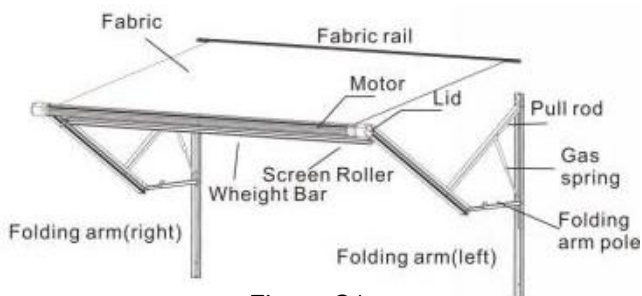
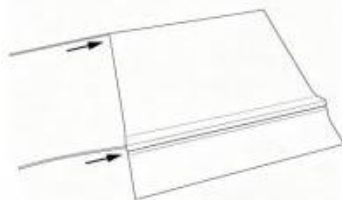

Figure C1
Figure C9
3.4.2 Steek twee stoffen koorden in de groeven van het luifelstof. (Afbeelding C9) Steek het afgebeelde stoffen koord 1 in de groef van de luifelrolbuis 1. (Figuur C 10) , Gebruik een plastic schraper om de stof in de groef van rolbuis 2 te drukken en steek het stoffen koord erin voor bevestiging (Figuur C1 1). Span de luifelstof aan en draai de schroeven vast om de stof te bevestigen. (Afbeelding C1 2) en wikkel het luifelstof in de richting die in de afbeelding is aangegeven . (Afbeelding
3.5.1 Haal de rolbuis van het zijgordijn en de bijbehorende binnenste verbindingsbuizen eruit, verbind ze zoals weergegeven in de afbeelding en bevestig ze met zelfborende schroeven A om een geheel te vormen. (Afbeelding C1 4) Haal de gewichtsstang van het zijgordijn en de bijbehorende binnenste verbindingsbuizen eruit, verbind ze zoals
3.5.2 Rijg het stoffen koord door de groef van het zijgordijn, steek het in de gewichtsstang, rijg de andere kant van het gordijndoek door de rolbuis van het zijgordijn (Afbeelding C1 6), span het zonneschermdoek aan en draai de schroeven F vast om het doek te bevestigen (Afbeelding C1 7) en rol het doek op in de richting zoals aangegeven in de afbeelding. (Afbeelding C18)